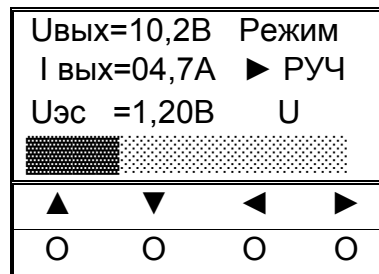

Рисунок 8 – Выбор режима управления
3). Проверить выбранный режим. Если выбран режим дистанционного управления, установить режим ручного управления УKM, для чего нажать на клавиатуре блока БУИ-1 кнопку выбора режима «▲» («▼»). Проконтролировать на дисплее окно (рисунок 8):